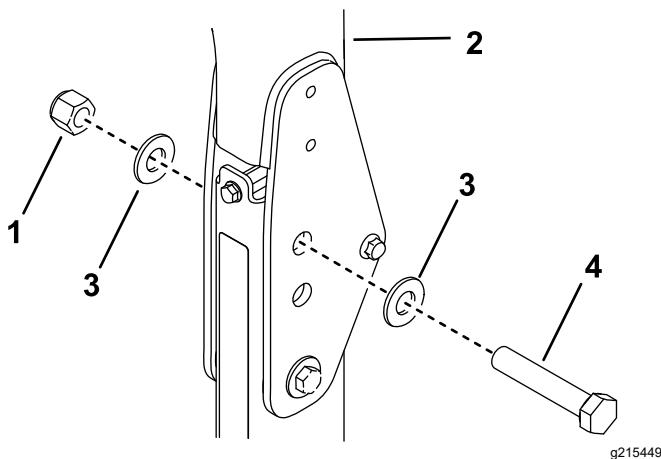

Figure 37
2. Placez une rondelle ($13/16'' \times 1\frac{1}{2}''$) sur chaque boulon ($\frac{3}{4}'' \times 4''$), comme montré à la Figure 37.
3. Placez les boulons et rondelles dans les trous occupés précédemment par les axes (Figure 37).
4. Placez une autre rondelle sur chaque boulon et fixez le tout avec des écrous ($\frac{3}{4}''$), comme montré à la Figure 37.